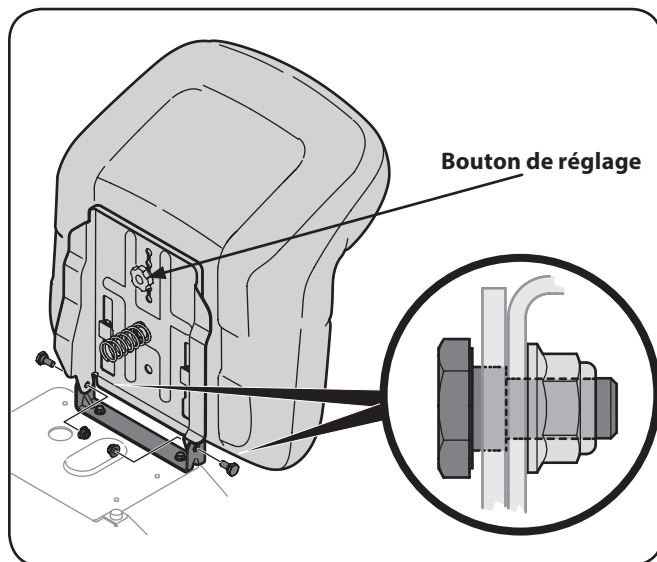

Figure 3-7
6. Remplacez les deux boulons à épaulement et les écrous autobloquants enlevés du support de montage du siège à l'étape 1. Voir Figure 3-7.
7. Pour régler la position du siège, retirez le bouton de réglage qui se trouve sous le siège. Faites glisser le siège vers l'avant ou vers l'arrière comme désiré. Resserrez le bouton de réglage. Voir la Figure 3-7.